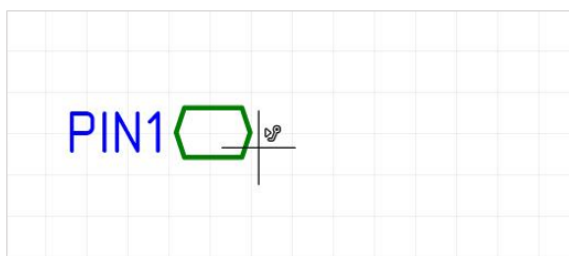

Рис. 272 Размещение блочного порта на схеме блока
- Нажмите кнопку «ОК», расположенную в нижней части окна, и выберите на схеме блока место, в котором следует разместить порт, см. Рис. 272. При перемещении курсора по схеме отображается возможный вид размещаемого порта.